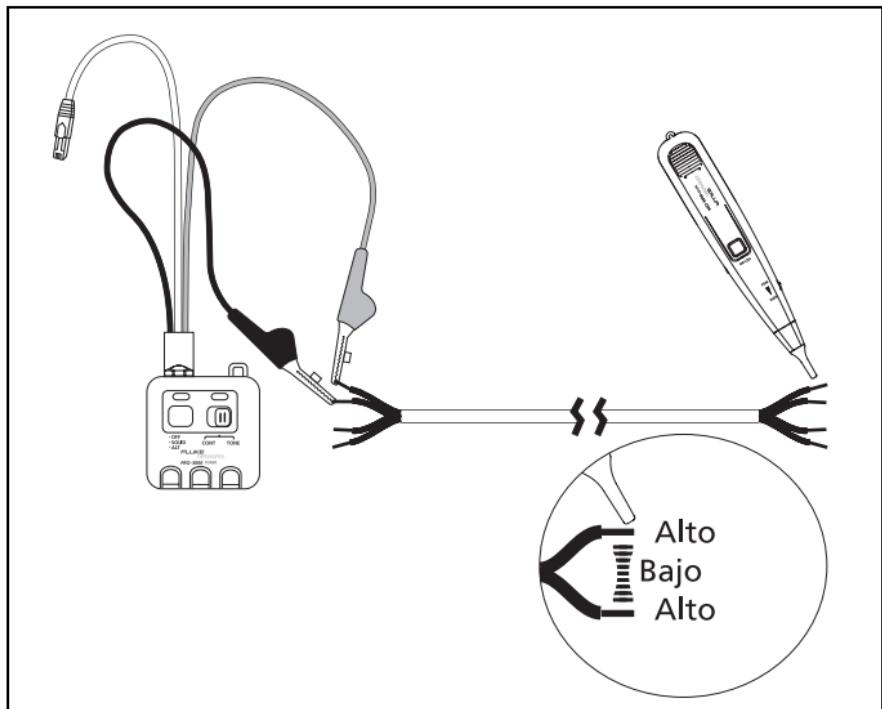

Figura 4. Seguimiento de pares
- 2 Mueva la punta de la Sonda lentamente en ángulo recto con respecto a los conductores (véase la Figura 4). Si el volumen del tono es ALTO en el primer conductor, BAJO en el espacio entre conductores, y ALTO en el segundo conductor, significa que ha detectado el par.